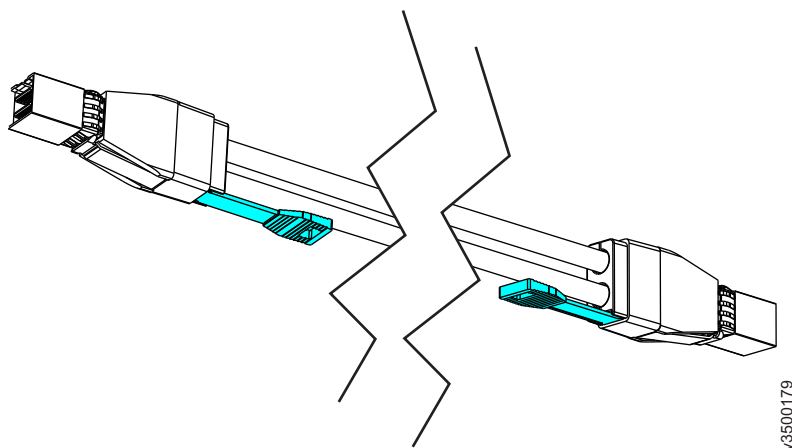

図 119. Mini SAS HD 間ケーブル
- Mini SAS HD 間ケーブル (152 ページの図 119)